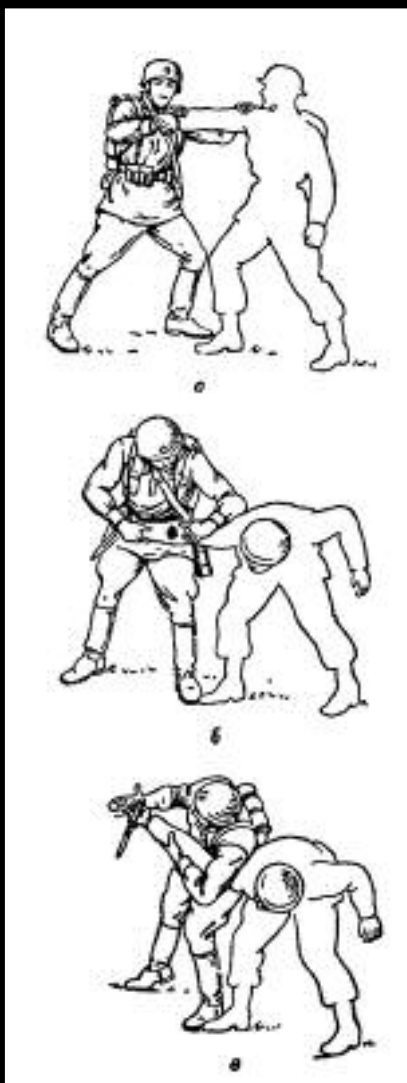

Рис. 45. Обезоруживание нападающего с кинжалом (ножом) при ударе слева (наотмашь) — выворачиванием кисти противника вовнутрь:
62. Обезоруживание нападающего с кинжалом (ножом) при ударе слева (наотмашь). В момент нанесения удара сделать шаг левой ногой вперед влево к противнику. Одновременно с поворотом корпуса вправо правой рукой, слегка согнутую в локте, подставить предплечьем под ударяющую руку противника и захватить ее у кисти, а левой рукой — выше локтя (рис. 45, а).
После захвата потянуть или дернуть руку противника вправо вниз к себе и, выворачивая ее вовнутрь, Подтянуть к себе вплотную, нажав на локоть против его сгиба (рис. 45, б). Затем правой рукой перехватить руку противника за кисть снизу и, приподнимая ее кверху и поджимая руку противника под свое плечо, продолжать выворачивание кисти вовнутрь, пока локоть этой руки не будет повернут вперед кверху. Нажимом на тыльную сторону кисти обезоружить противника (рис. 45, в).